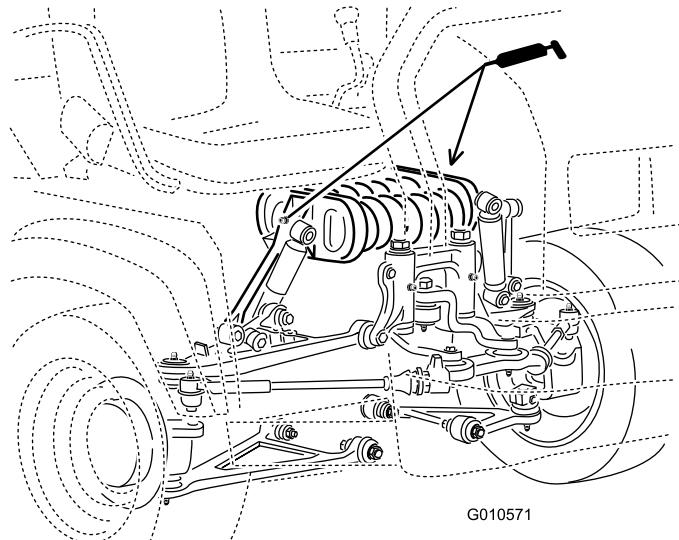

Figura 40
- Armazón del muelle (2), según se muestra en Figura 40